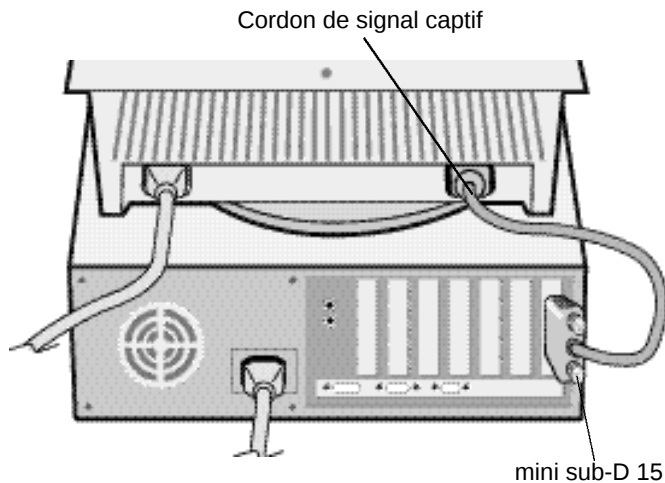

Figure A.1
- 3 Connectez la mini sub-D 15 broches du câble vidéo à la carte vidéo de votre système (Figure A.1). Bloquez les vis de fixations.